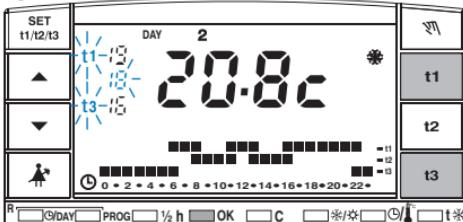

fig. 2
a) Para fijar ambos límites de temperatura: presionar la tecla **t1**, y luego la tecla **t3**; en el display los valores se bloquean y los símbolos **t1** y **t3** que están al lado parpadean. Presionar **OK** para confirmar (fig. 2): el cronotermostato vuelve al programa que se está utilizando.